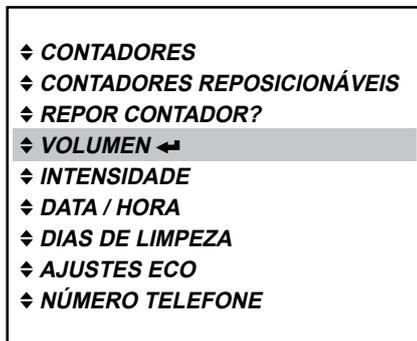

Fig. 57
1. Prima a tecla Enter **↵** para aceder ao menu «VOLUME». (Fig. 57)